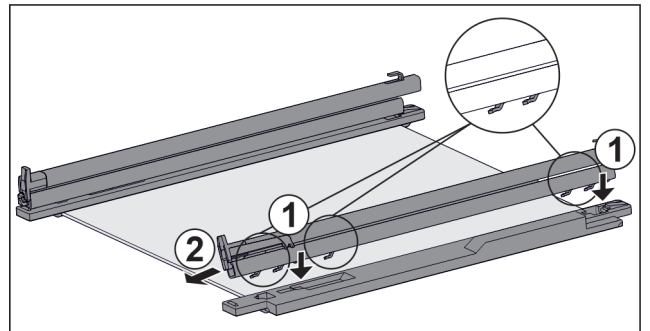

Fig. 125 Lasihylly kiskoilla ja pidikkeillä
- Aseta kiskon koukku **vasemman** pidikkeen aukoille. Fig. 125 (1)
- Vedä kiskoa eteenpäin. Fig. 125 (2)
- Aseta kiskon koukku **oikeanpuolisen** pidikkeen aukoille. Fig. 125 (1)